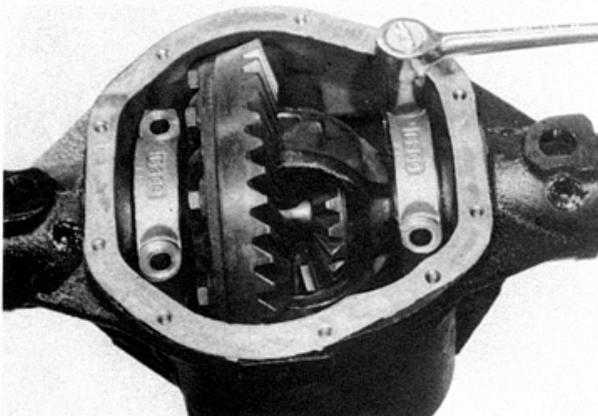

Fig. 11 - Remoção das capas dos mancais.
- Remover as capas dos mancais. Anotar as letras que estão nos mancais e na carcaça. Isto é importante, pois possibilitará montá-los exatamente como foram removidos. As letras ou nºs estão verticalmente ou horizontalmente dispostos (Fig. 11).